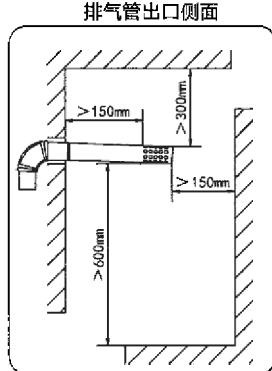

图12
- 必须使用本热水器所配用的专用烟道，安装方法(如图12)。如烟道较短可根据需要适当加长。每半年检查一次，检查烟道有无破损，漏烟等现象。